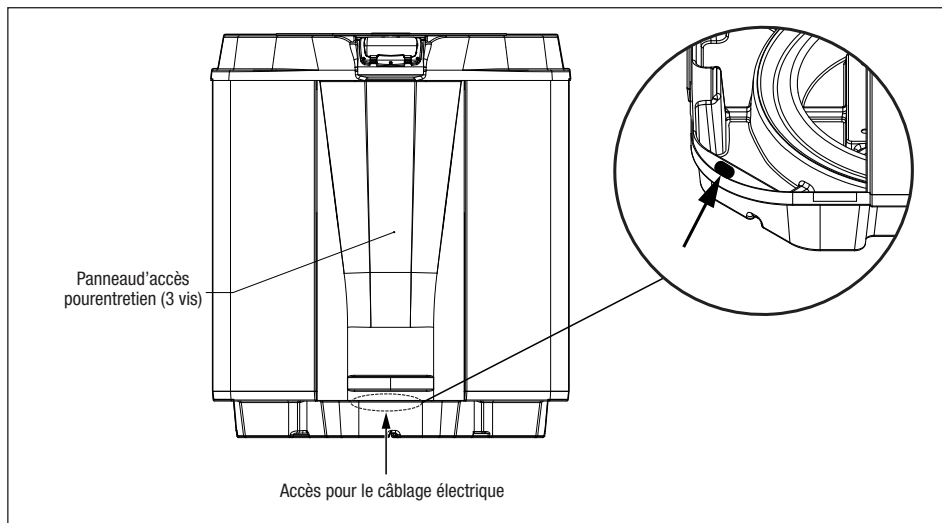

Figure 9. Vue avant thermopompe JRT de Jandy
2. Retirer les trois (3) vis qui fixent le panneau de service/d'accès à l'unité de thermopompe (voir *Figure 9*).
2. Retirer les vis qui fixent le panneau de service/d'accès à l'appareil de thermopompe et le couvercle à la boîte de jonction (voir Figure 9).
2. Retirer les vis qui fixent le panneau de service/d'accès à l'appareil de thermopompe et le couvercle à la boîte de jonction (voir la Figure 9).
3. Acheminer les fils du système de contrôle de la piscine/du spa dans le conduit de connexion étiqueté « Low Voltage Connection », situé en bas à droite de la thermopompe (voir Figure 9). Assurez-vous que les conducteurs ne sont pas pincés ou endommagés.
2. Retirer les trois (3) vis qui fixent le panneau avant à la thermopompe et le retirer. Se reporter à la Figure 9.
5. Faire passer quatre (4) fils de cuivre pleins de 22 AWG dans la membrane souple basse tension située sur le côté inférieur gauche de la thermopompe. Les fils peuvent mesurer jusqu'à 300 pieds (91,4 m) de longueur.